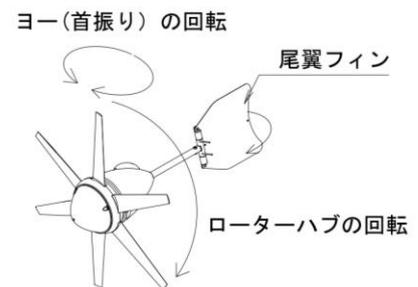

図1. 動作確認
- ・ローターハブとヨー(首振り)の回転は滑らかか。(図1)
- ・尾翼フィンが自由に動くか。(図1)